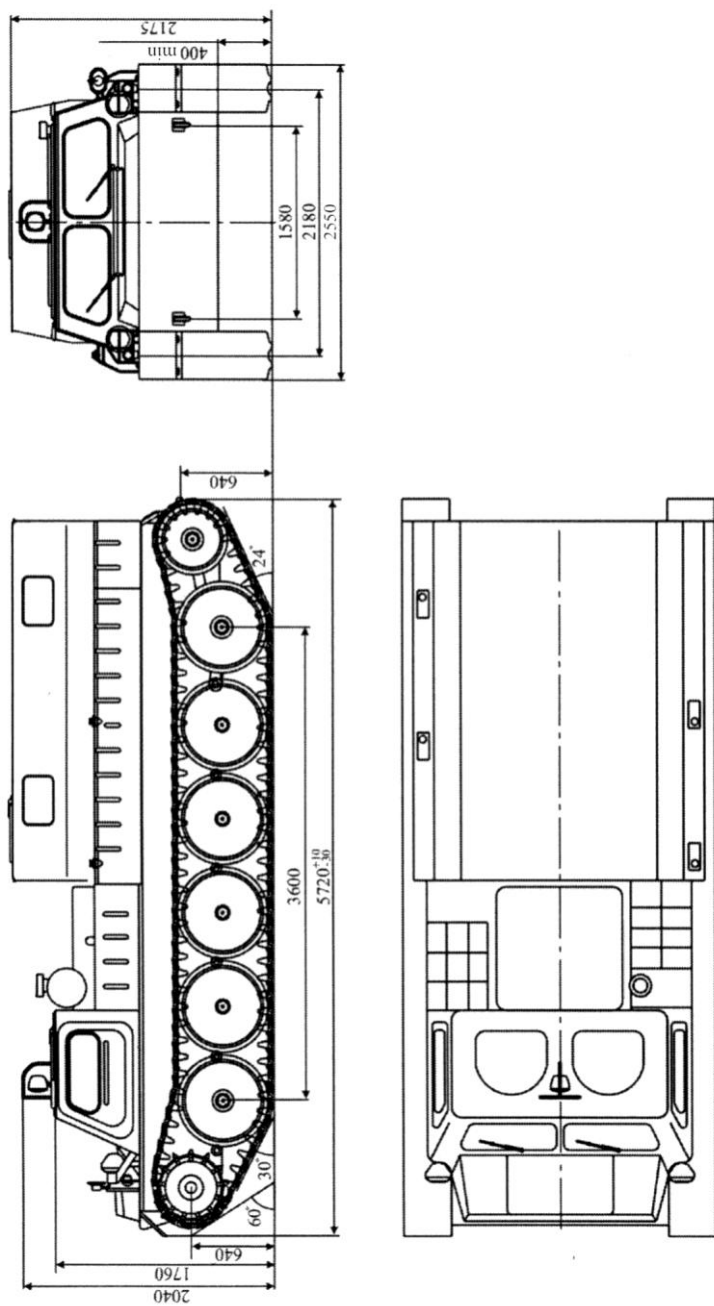

Рис. 1.2. Габаритные размеры снегоболотохода ГАЗ-34039 (34039-00000032/033)
3. 34039-0000032/033 – пассажирский повышенной комфортабельности с металлическим кузовом и независимым отопителем кузова (рис. 1.2).